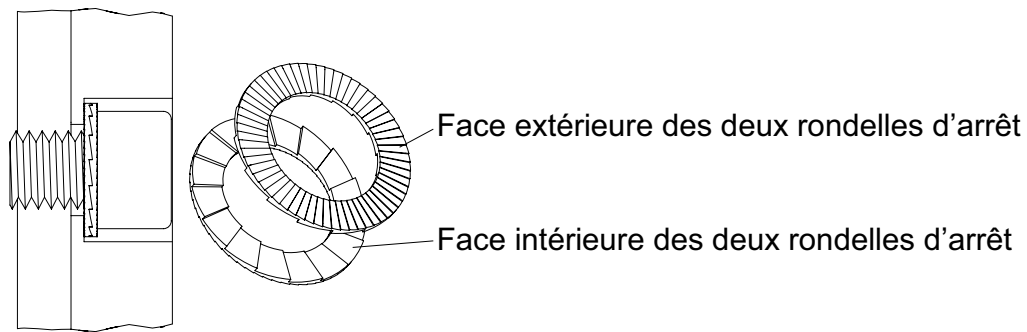

Figure 5 Position de montage des rondelles-freins Nord-Lock®
ATTENTION Respecter la position de montage et le couple de serrage correct des rondelles-freins Nord-Lock® conformément à la figure 5 et au tableau des couples de serrage !
- Glisser les rondelles-freins (7/106) en position de montage correcte (voir figure 5).
- Glisser les rondelles-freins (8/2) en position de montage correcte (voir figure 5).